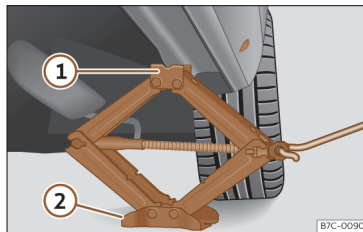

Fig. 250 Longarina: colocação do macaco do veículo.
- Rode a manivela do macaco, colocado por baixo do ponto de apoio da longarina, para levantá-lo até que o ressalto ① >>> **Fig. 250** se encontre por baixo do alojamento previsto.
- Alinhe o macaco de forma a que a patilha ① «encaixe» no alojamento previsto da longarina e que a placa base móvel ② fique apoiada no chão. A placa base ② deve ficar colocada na vertical relativamente ao ponto de apoio ①.